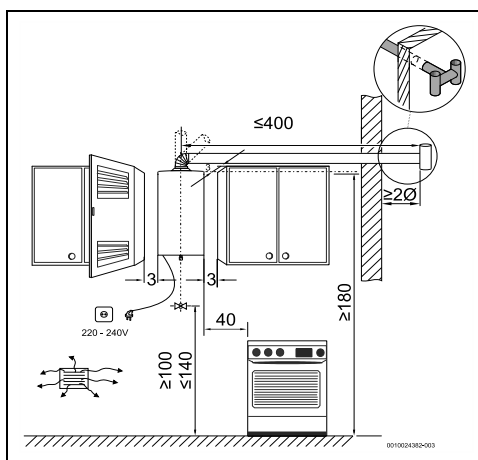

Fig. 15 Distâncias mínimas (cm)
- ▶ Respeitar as medidas mínimas de instalação indicadas na Fig. 15.
- ▶ Assegurar o bom acesso nos trabalhos de manutenção, respeitando as distâncias mínimas indicadas na Fig. 15.